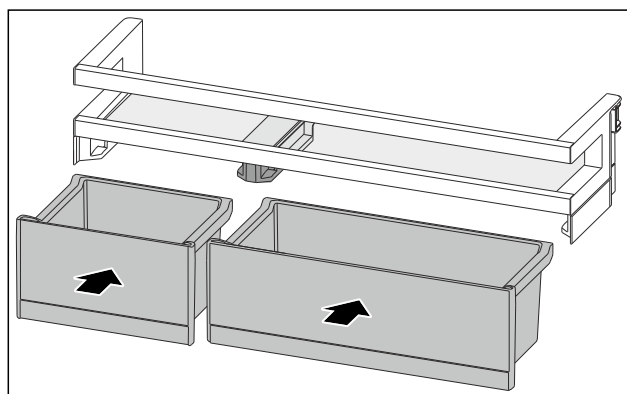

Fig. 86
- ▶ Umetnite kutije VarioBox izmijenjenim redoslijedom. (pogledajte Fig. 86)